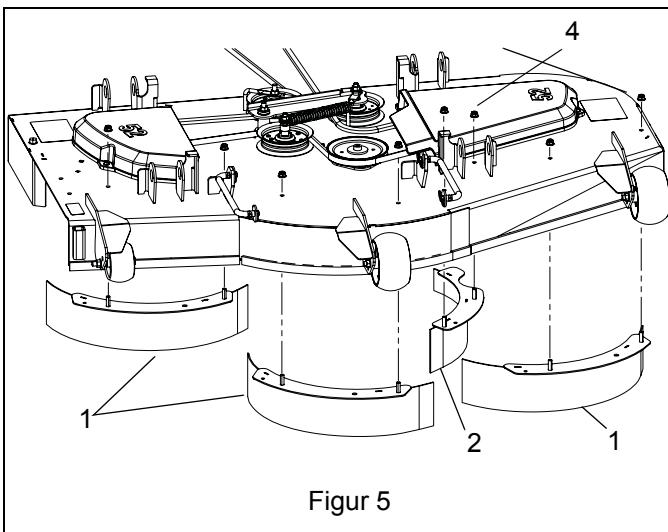

Figur 3
5. Fjern tre 5/8" sekskantmøtrikker og spændeskiver, der holder knivene fast, og fjern knivene. Opbevar rotorknivene til drift uden bioklipsæt. Opbevar møtrikker og spændeskiver til montering af sættet. Se Figur 3.